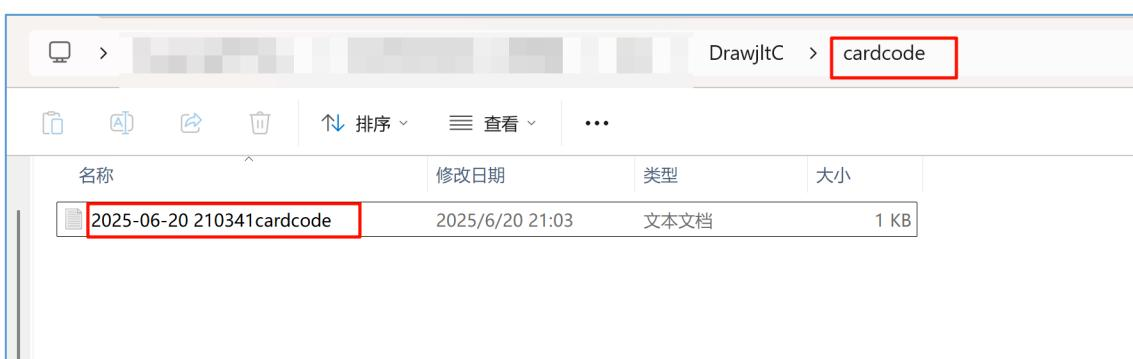

图 3-8 在“cardcode”文件夹中获得卡密
- c) **“cardcode”文件夹**。如 b) 中消息面板的信息所示，为了避免您因为误点等原因在没有保存卡密前关闭了浏览器或本软件，我们会在验证您成功支付后，将您的卡密以 txt 的文本文件存放到软件安装目录下的“cardcode”文件夹中，文件名是：购买卡密时的日期及时间（精确到秒）+cardcode。如图 3-8 所示。